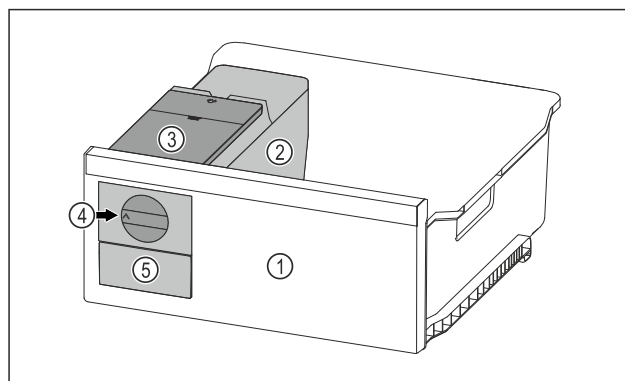

Fig. 79 Exempel
- Vrid reglaget Fig. 79 (4) medurs fram till anslaget.
- Isbitar faller från isbitsbrickan in i isbitslådan Fig. 79 (5). Om inte alla isbitar kommer ut ur isbitsbrickan: